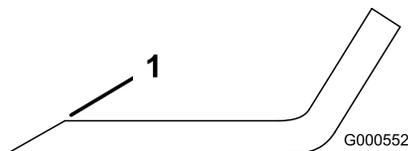

Figure 96
1. Au moyen d'une lime, aiguisiez les tranchants aux deux extrémités de la lame (Figure 96).
**Remarque:** Si la lame est déséquilibrée, limez un peu l'extrémité de l'ailette seulement (Figure 96).